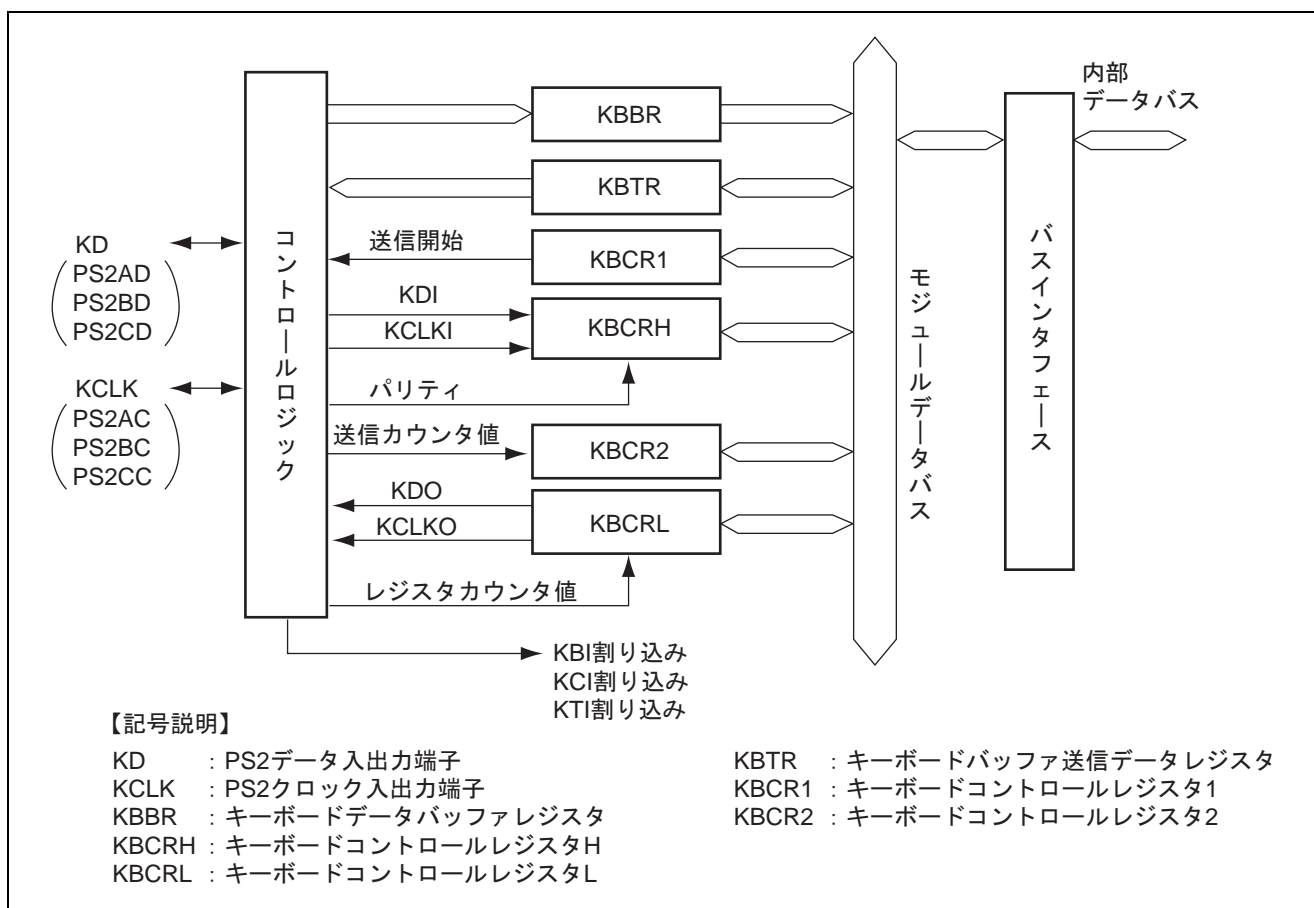

図 19.1 PS2 のブロック図
PS2 を用いたデータ転送は、データライン (KD) 一本、クロックライン (KCLK) 一本で構成され、コネクタやプリント基盤の面積などを経済的に使用できます。図 19.1 に PS2 のブロック図を示します。